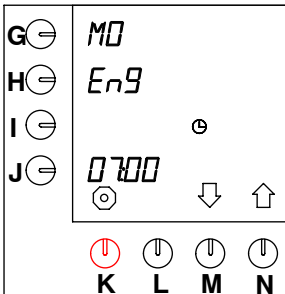

Fig. 41 Ajuste del lenguaje
- Después de 10 segundos, aparece el ajuste por estándar: "EnG" , frente a la tecla de programación, ver fig. 41 .